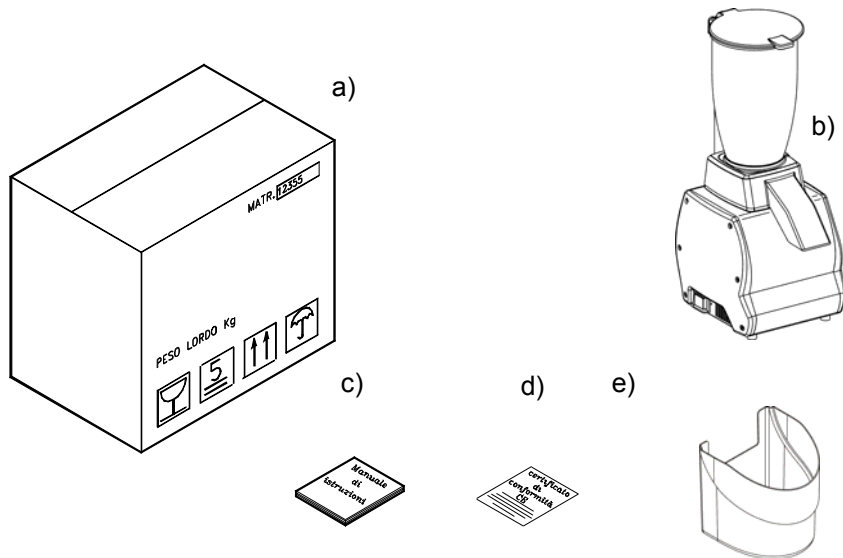

Abb.3 - Beschreibung der Verpackung
3.1 - VERSAND (siehe Abb. 3)
Bei der Entgegennahme der Ware, wenn von außen keine Schäden zu sehen sind, die Verpackung öffnen und den Inhalt auf Vollständigkeit kontrollieren (siehe Abb. 3). Wenn allerdings die Ware bei der Entgegennahme Schäden durch Falschbehandlung, Stößen oder Herunterfallen aufweist, muss dem Spediteur der Schaden gezeigt werden und innerhalb von 3 Tagen nach dem auf den Dokumenten angegebenen Lieferdatum ein detaillierter Bericht über die eventuellen Schäden am Gerät verfasst werden. **Das Paket nicht auf den Kopf stellen!!** Beim Transportieren sicherstellen, dass die Waren fest an den 4 unteren Ecken gegriffen und sie parallel zum Boden getragen wird.